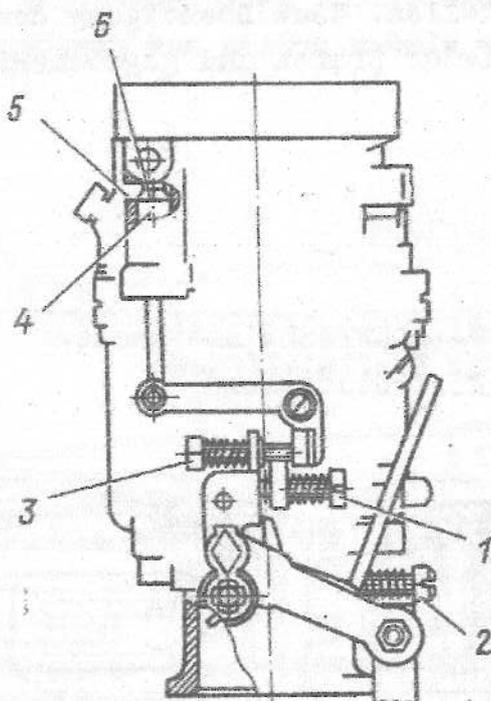

Bild 26. Einstellschrauben des Vergasers:
1. Zuerst mit Hilfe der Drehzahlbegrenzungsschraube 1 (Bild 26) die Drehzahl der Kurbelwelle des Motors im Leerlauf auf 550...600 U/min einstellen.